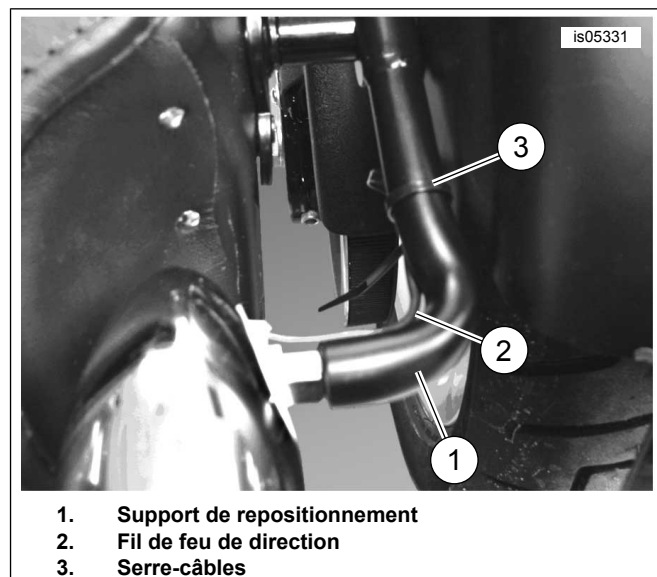

Figure 3. Acheminement du fil le long du support
1. Voir Figure 3. Acheminer le fil de feu de direction (2) le long du dessous du support de repositionnement (1). Attacher le fil au support juste en avant du coude de 90 degrés avec un serre-câbles (3) du kit.